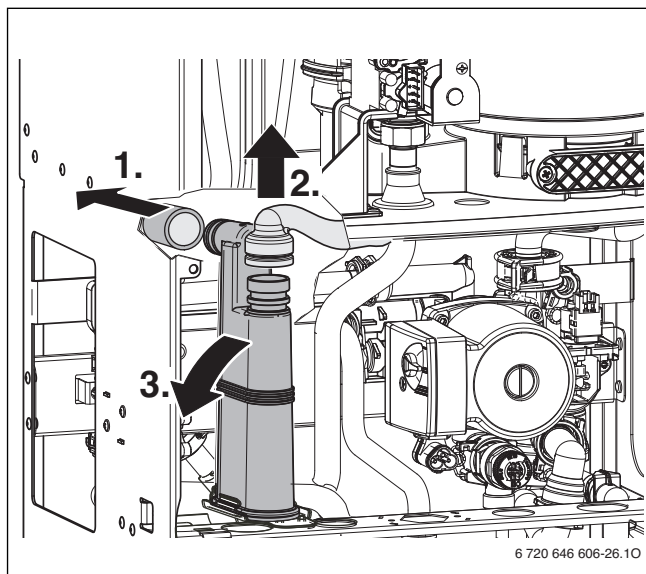

Рис. 50
- ▶ Демонтируйте конденсатный сифон (→рис. 50) и подставьте подходящую ёмкость.